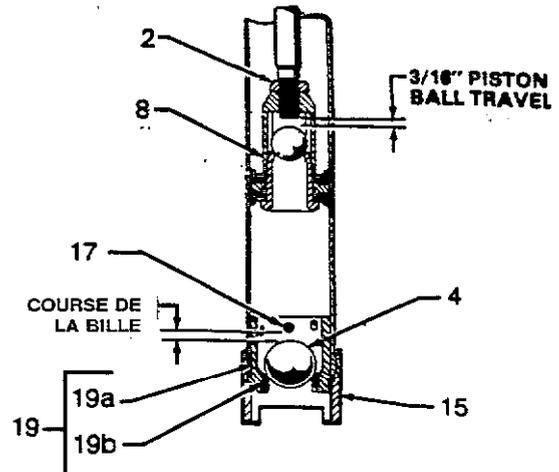

Fig 5
Pour modifier la course de la bille de piston, desserrer l'écrou de blocage (2). Tourner le corps de piston (8) en sens anti-horaire pour augmenter la course, et en sens horaire pour la réduire. Pour les produits à viscosité moyenne, la course de la bille doit être de 5 mm. Voir Fig. 5. La réduction de la course de la bille réduit les à-coups à l'inversion, mais une réduction trop importante de la course de la bille restreint le débit et ralentit la pompe.